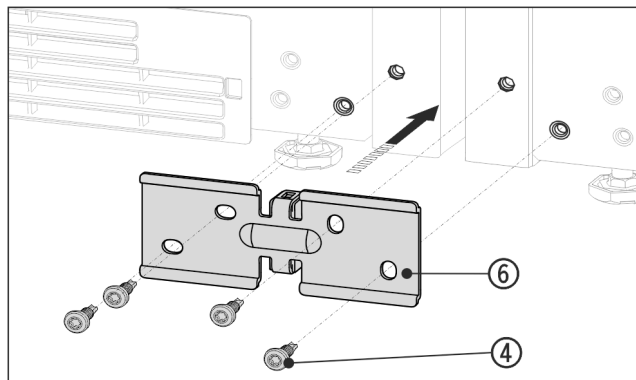

Fig. 14 Príklad zobrazenia
- ▶ Uholník Fig. 14 (6) s dištančným dielom zasuňte medzi zariadenia a voľne priskrutkujte pomocou 4 skrutiek Fig. 14 (4).